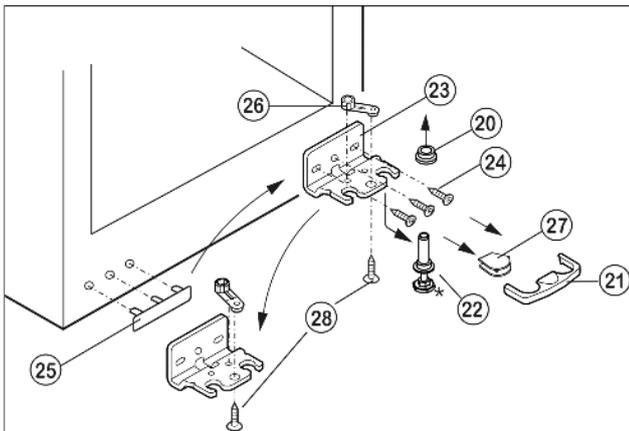

Fig. 5
- ▶ Предохранитель Fig. 5 (21) снимите движением вперед.
- ▶ Снимите крышку Fig. 5 (27).*
- ▶ Полностью верните регулируемую опору Fig. 5 (22).
- ▶ Вытяните опорный палец Fig. 5 (22) вниз и вперед. При этом следите за гнездом шарнира Fig. 5 (20).
- ▶ Открутите опорный кронштейн Fig. 5 (23)(3 шт. Torx 25) Fig. 5 (24).
- ▶ Открутите опорную деталь Fig. 5 (26)(1 Torx 25) Fig. 5 (28) и, переставив в отверстие на противоположной стороне опорного кронштейна, снова прикрутите.
- ▶ Осторожно приподнимите и переставьте крышку Fig. 5 (25) со стороны ручки.
- ▶ Снова прикрутите опорный кронштейн Fig. 5 (23) на новой стороне шарнира, при необходимости с помощью аккумуляторного шуруповерта с усилием 4 Нм.
- ▶ Установите крышку Fig. 5 (27) на противоположной стороне.*
- ▶ Предохранитель (21) нужно зафиксировать сбоку на кронштейне, чтобы опорный палец и двери были защищены от выпадения.
- ▶ Снова защелкните предохранитель (21) на опорном кронштейне.
- ▶ Наденьте гнездо шарнира Fig. 5 (20).
- ▶ Установите дверцу сверху на нижний опорный палец Fig. 5 (22).
- ▶ При необходимости выровняйте дверцы через два продольных паза в нижнем опорном кронштейне *Fig. 5 (23)* параллельно корпусу устройства. Для этого выкрутите средний винт.